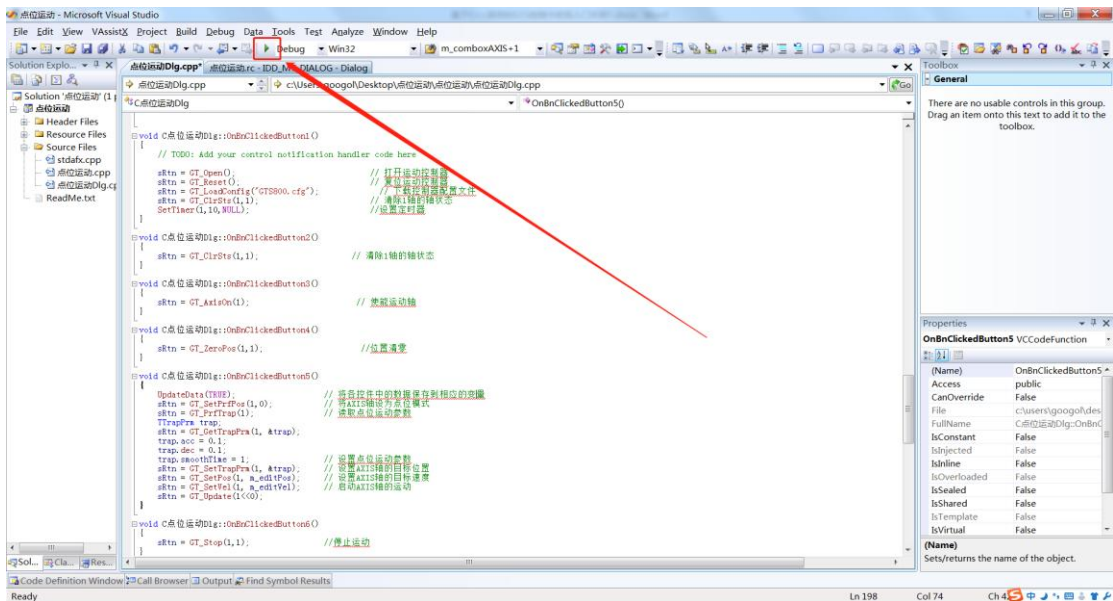

图29
16、检查代码没有错误后，开始调试运行按F5，或者点击如图所示按钮，如图29